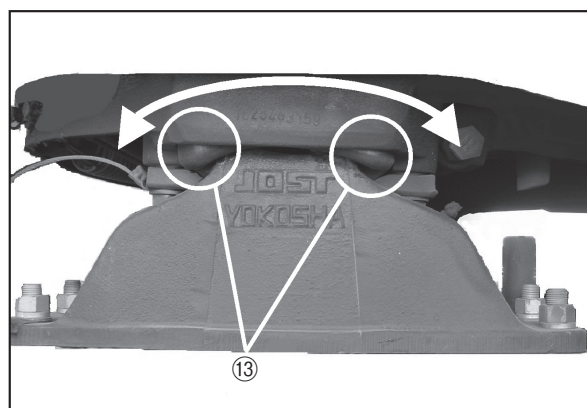

図 14
(1) カプラベースピッチングの動き
経時使用において、図 14 のようにアッパラバークッション⑬が前後にはみ出す場合は、ピッチングの作動不良に繋がりますのでピッチング状態を点検し、ピッチングの度合及び「8.3 アッパ、ロアーラバークッションの使用限度」を参照し、アッパラバークッションを交換して下さい。